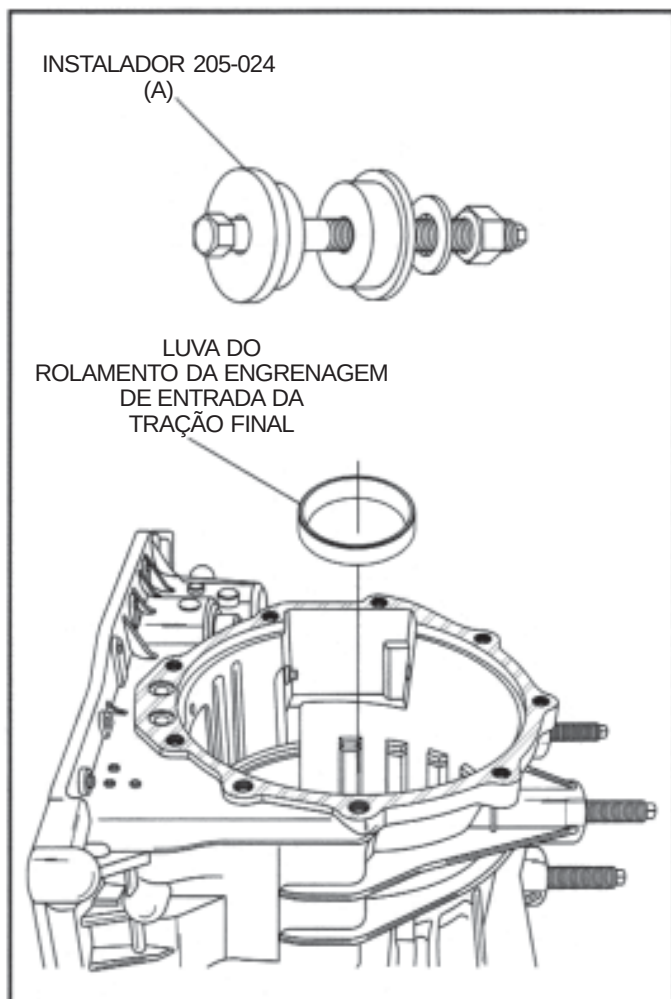

Figura 122
24. Instale uma nova luva no rolamento da engrenagem de entrada da tração final utilizando o instalador (A), conforme ilustrado na Figura 122.